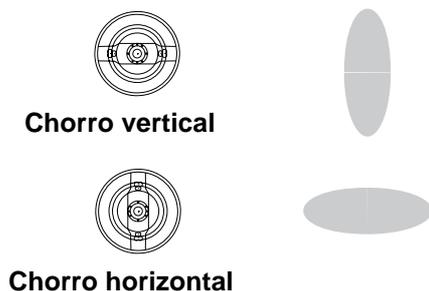

Fig. 11. Posiciones del cabezal de aire
2. Afloje el anillo de retención del cabezal de aire y gire el cabezal para obtener un chorro de pulverización vertical u horizontal. Vea Fig. 11. Apriete el anillo de retención hasta que el cabezal de aire esté firmemente sujeto; no debe ser posible girar a mano la mariposa del cabezal de aire.